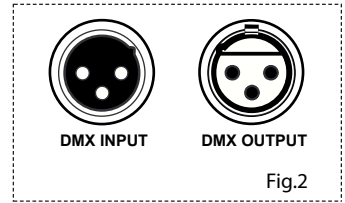

Fig.2
3. Connessione XLR a tre poli (fig.2):
ARCLED1107AW può essere collocato su un piano solido. Inoltre, grazie alle possibilità di fissaggio sulla doppia staffa (fig.2), l'unità può essere montata anche a testa in giù, su una traversa. Per il fissaggio occorrono dei supporti robusti per il montaggio. L'area di collocazione deve avere una stabilità sufficiente e supportare almeno 10 volte il peso dell'unità.